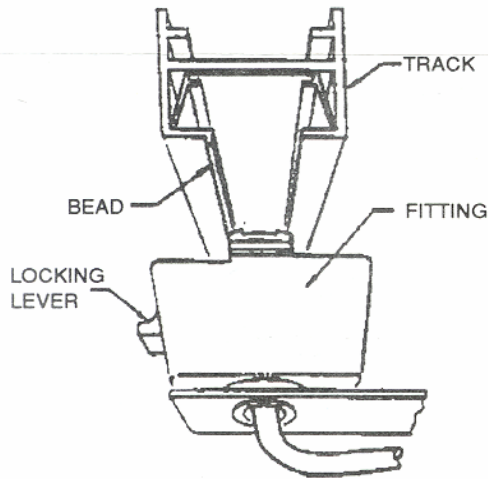

FIG. 1
1. INSERT FITTING INTO THE TRACK, LOCKING LEVER SAME SIDE OF TRACK AS BEAD (FIG. 1).